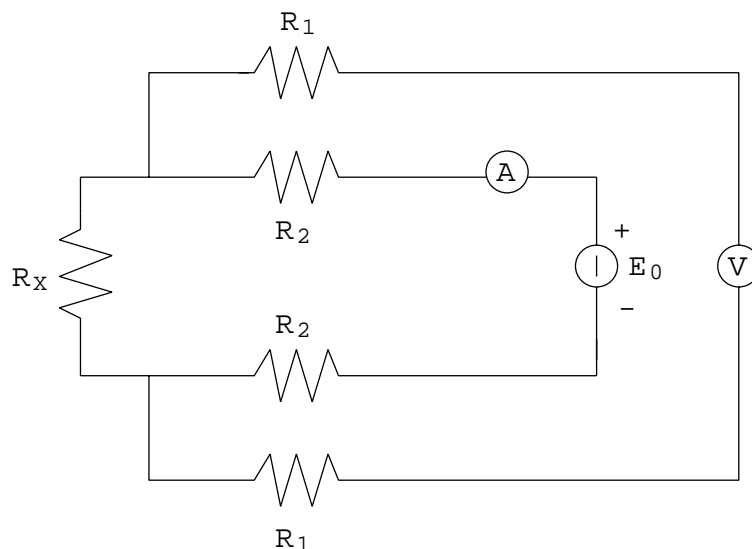

Figura 3:
14. Volendo misurare induttanza (L) e fattore di qualità (Q) di un induttore, tracciare un circuito a ponte con 2 elementi regolabili di cui uno corrisponda ad L e l'altro a Q .
15. Volendo misurare capacità (C) e fattore di qualità (Q) di un condensatore, tracciare un circuito a ponte con 2 elementi regolabili di cui uno corrisponda ad C e l'altro a Q .
18. Si consideri il circuito di misura in figura 3